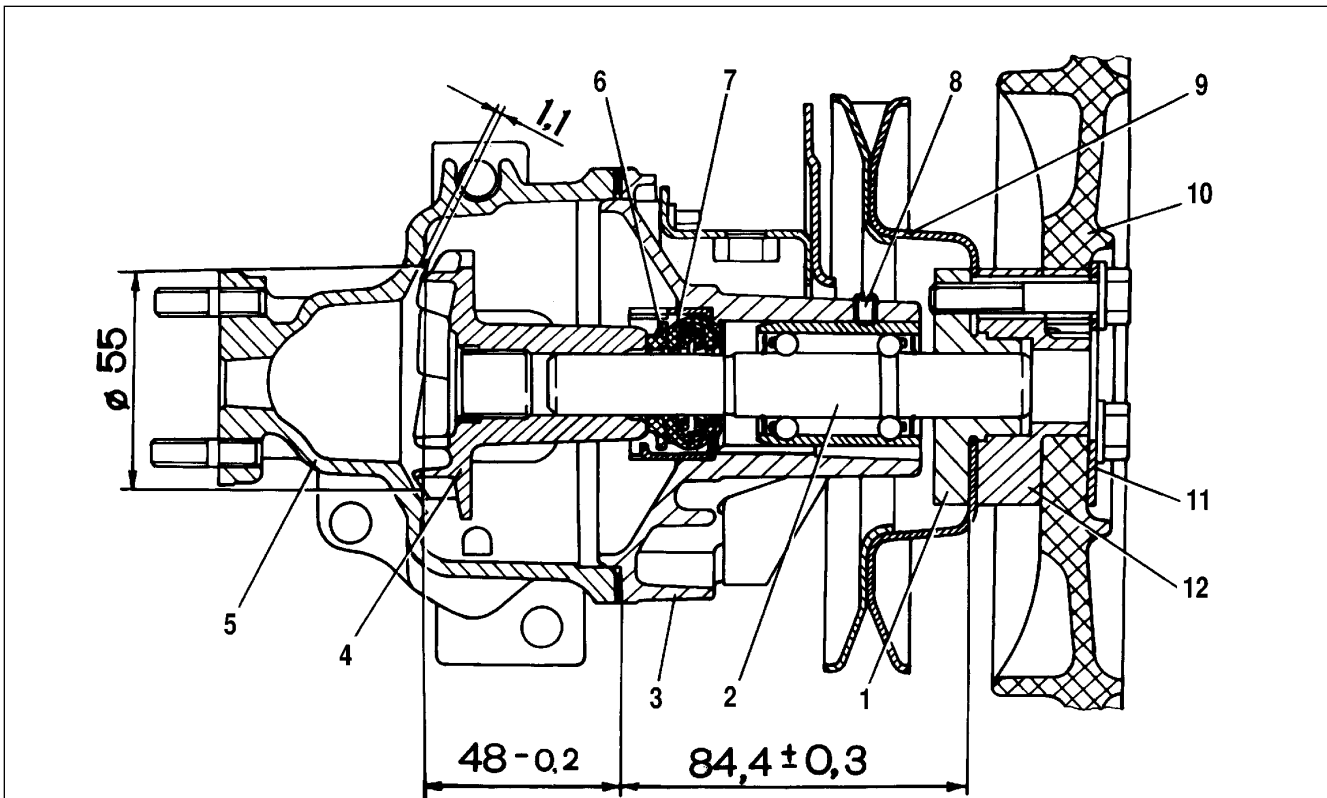

Bild 2-62. Längsschnitt der Kühlflüssigkeitspumpe:
- Die Pumpengehäuse 5 (Bild 2-62) vom Deckel 3 trennen,
- Die Sperrschraube 8 (siehe Bild 2-62) losdrehen und das Lager mit der Pumpenwelle herausnehmen. Die Austreibungskraft ist zum Außenring des Lagers anzulegen,
- Das Laufrad mit Hilfe der Vorrichtung A.60430 auf die Welle aufpressen, dabei das in Bild 2-62 gesetzte Maß $(48-0,2)$ mm einhalten. Damit wird der erforderliche Abstand zwischen Schaufeln des Laufrades und Pumpengehäuse gesichert;